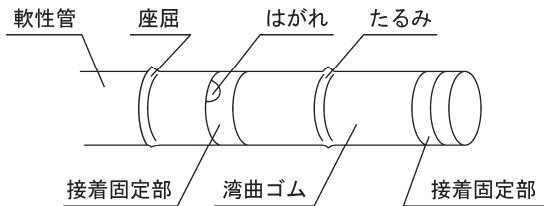

図 1
2. 挿入部を軽く手で握り、手元側から先端に向かい全長を手で滑らせ、その患者に対する経鼻的挿入、引き抜き時の妨げとなる引っ掛かりがないことを確認すること。特に、軟性管の座屈、湾曲ゴム接着固定部のはがれ、湾曲ゴムのたるみなどによる引っ掛かり、引っ張りには注意すること（図 1 参照）。